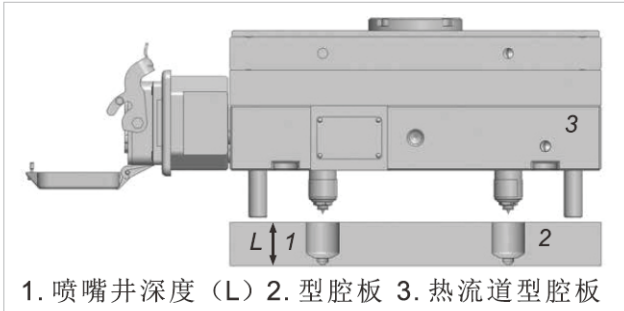

图7-1 喷嘴孔深度
1. 检查型腔板中喷嘴安装孔的深度 (L) 是否符合Mold-Masters的规格。见图7-1。
1. 检查型腔板中喷嘴安装孔的深度（L）是否符合Mold-Masters的规格。见图7-1。